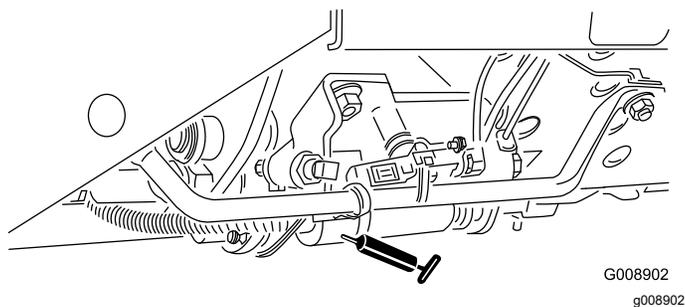

Рисунок 67
- Ползунок режима сжатия/транспортировки (Рисунок 67)